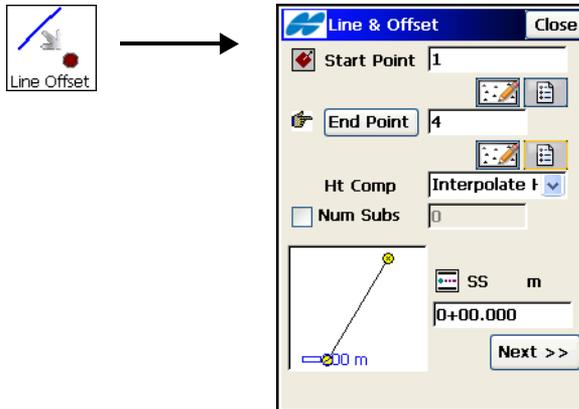

Abbildung 10-17. Linie und Offset
2. Tippen Sie auf **Weiter** (Abbildung 10-17).